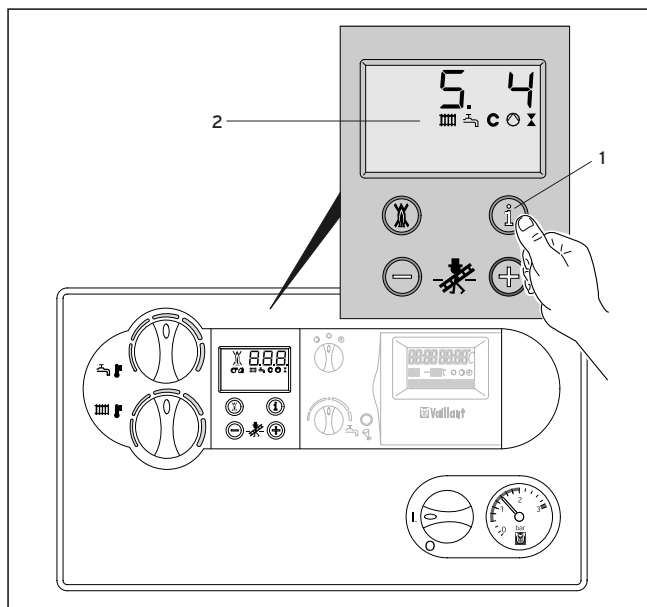

Fig. 3.12: Indicaciones de estado
3.5 Indicaciones de estado (Fig. 3.12) (para las labores de inspección y mantenimiento por parte del personal especializado)